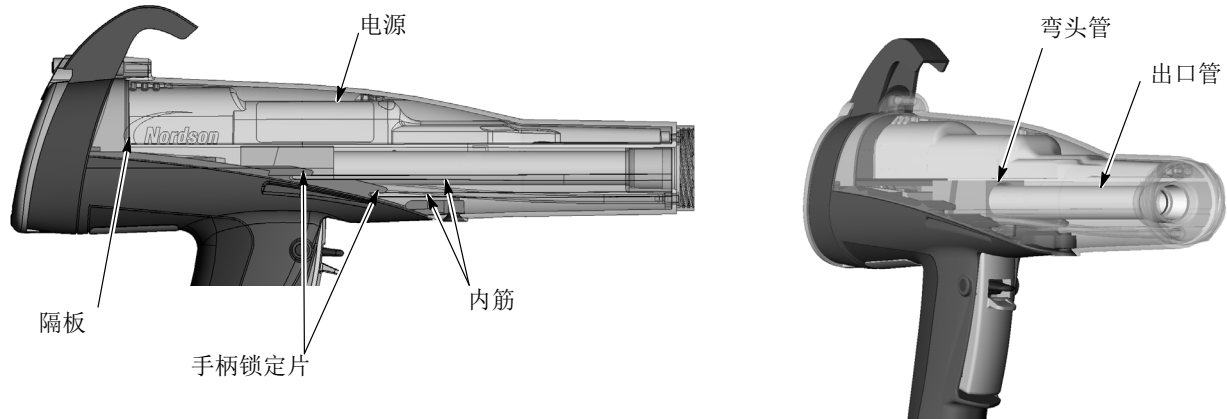

图 6 - 6 喷枪重新组装
1. 详见图6 - 6。将喷枪体与手柄对齐，然后同时滑动喷枪体和手柄，使得喷枪体的内筋与手柄锁定片相啮合。
4. 详见图6 - 2。按照第6 - 2页中 *显示模块安装* 所述安装显示模块。
5. 将电极组件(3) 安装到枪体正面的出口管端中。确保电线电极没有折弯或破损。